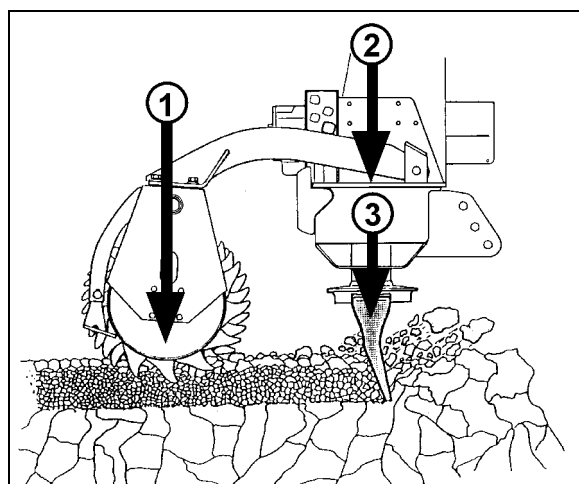

Fig. 9
- Eigengewicht der Walze (Fig. 9/1)
- Eigengewicht der Bodenbearbeitungsmaschine (Fig. 9/2)
- die Kraft (Fig. 9/3), mit der sich die Zinken in den Boden hinein zu ziehen versuchen.